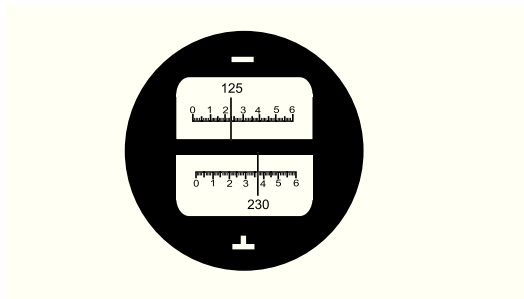

Рис.5
После регулировки освещенности шкал кругов, добейтесь при помощи винта фокусировки отсчетного микроскопа (14) четкого изображения шкал, как показано на Рис.5. Символы  $\text{—}$  и  $\perp$  на шкалах указывают на их принадлежность к горизонтальному и вертикальному кругам соответственно. В верхней и нижней части шкал Вы увидите целое число градусов. Шкалы разбиты на 60 делений. Каждое деление соответствует одной угловой минуте. Доли делений оцениваются на глаз с округлением до  $1/4$ . При этом, погрешность отсчитывания  $1/4$  деления шкалы соответствует  $15''$  угловым секундам. Система отсчетов вертикальных углов начинается от горизонта  $90^\circ$ . Перед снятием отсчета по вертикальному кругу необходимо с помощью регулировочного винта (10) выставить уровень при вертикальном круге (2).